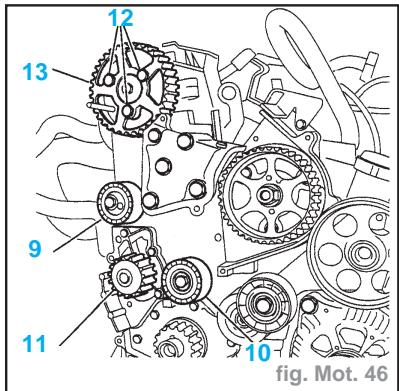

fig. Mot. 46
Impératif : Vérifier que les galets (9) et (10) ainsi que la pompe à eau (11) tournent librement (absence de point dur), vérifier également que ces galets ne sont pas bruyants et/ou qu'ils ne présentent pas de projections de graisse (fig. Mot. 46).